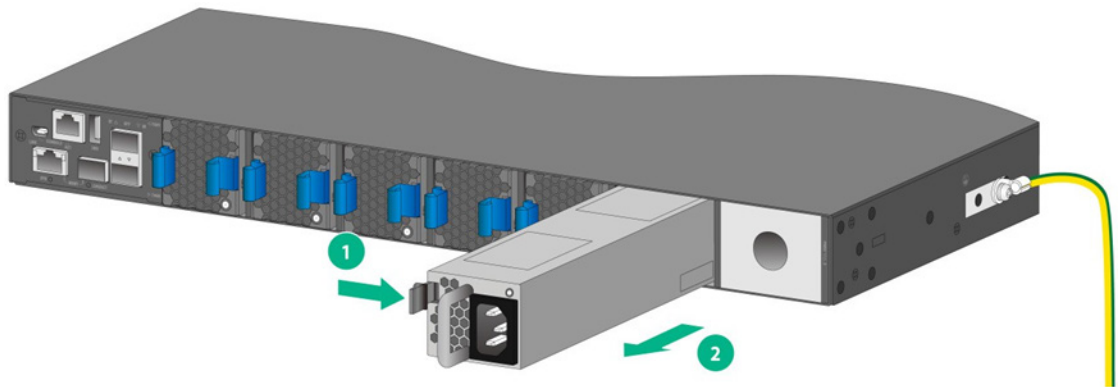

図 3-35 PSR550-12A-B-N の取り外し
- 2) 電源モジュールから電源コードを取り外します。図 3-35に示すように、電源モジュールのハンドルを持ち、親指で電源モジュールのラッチを右に押して、コネクタを途中まで引き出します。